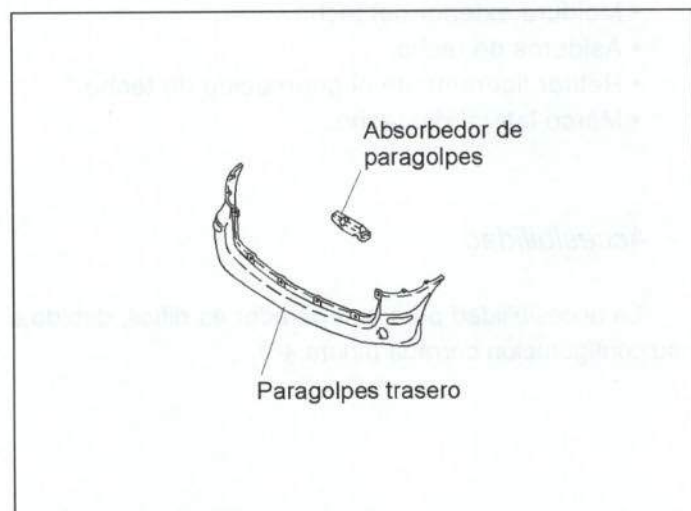

Figura 48.- Comercialización del paragolpes trasero
El paragolpes trasero se comercializa como pieza de recambio independiente, así como los absorbedores laterales (figura 48).
- Paragolpes trasero (figura 48).